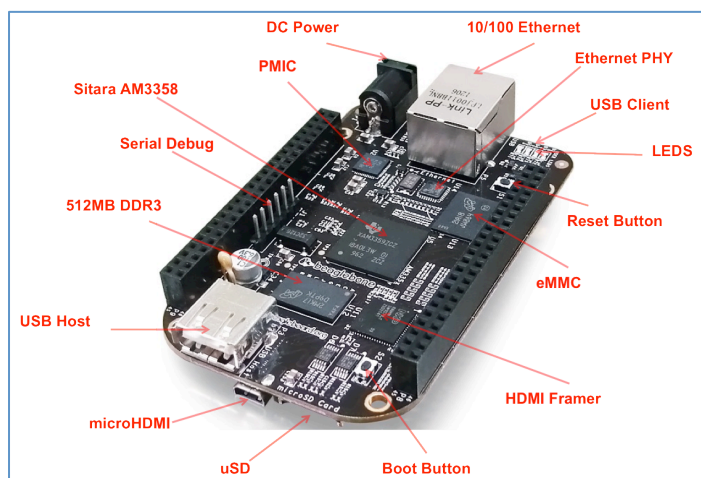

Figura 1: Vista rápida de la placa BeagleBone Black.
Cuando encendemos la BBB, se inicia el proceso de arranque del sistema. Podemos ver los mensajes de arranque e ingresar en el sistema (login) conectándonos a la consola de la BBB que se ofrece en un puerto serie TTL cuyos pines están en los terminales “Serial Debug” (ver Figura 1). Con la consola de sistema podemos realizar operaciones básicas, pero durante el desarrollo de aplicaciones es necesario que la BBB esté conectada en red con el computador anfitrión y, como no, a Internet.
- A través del interfaz estándar de red de cable RJ-45 (ver Figura 1 – 10/100 Ethernet).
- Mediante el controlador de red integrado en el puerto USB cliente (ver Figura 1 - USB Client).
- Utilizando un adaptador WiFi conectado al puerto USB.(ver Figura 1 - USB Host).